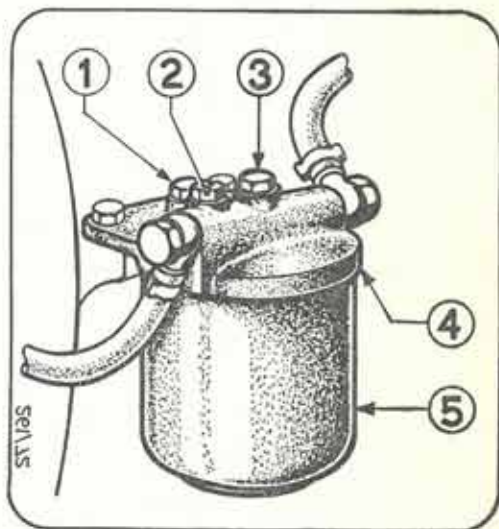

Fig. 14 - FILTRO COMBUSTIBILE
La disaerazione va effettuata alla prima messa in esercizio del motore e in tutti i casi in cui nel circuito iniezione sia entrata dell'aria. Ciò si verifica specialmente quando il motore si ferma per esaurimento del combustibile; per questo consigliamo di evitare che il combustibile arrivi ad esaurirsi completamente. Occorre procedere prima alla disaerazione del filtro combustibile nel modo seguente (Fig. 14):
- a) Svitare il bullone 3) (v. Fig. 14) che fissa la scatola 5) al corpo del filtro 4).